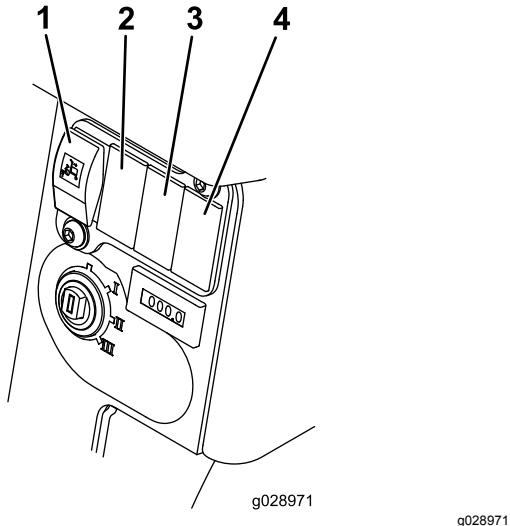

Bild 27
5. Entfernen Sie hinten an der Steuerkonsole über dem Schlüsselschalter die Schalterblenden zwischen dem automatisch begrenzten Hubschalter und den RundumleuchtenSchaltern (Bild 27).
7. Schließen Sie den Lampenschalter und den Warnblinkanlagenschalter an, beachten Sie die Aufkleber an den Anschläßen (Bild 27).